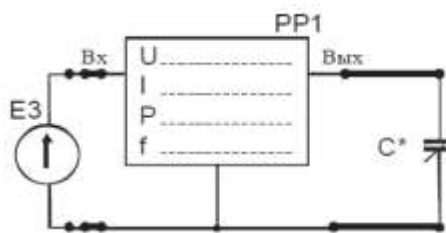

Рис.16.
4. Для определения величины емкости конденсатора собрать схему по рис. 16. В качестве исследуемого конденсатора C^* использовать перестраиваемый конденсатор $C1$ в соответствующей позиции переключателя (например, запись $C1-2$ означает, что переключатель батареи конденсаторов $C1$ должен быть в позиции «2»). После проверки схемы преподавателем включить электропитание стенда и источник питания $E3$, установить у измерителя мощности режим измерения частоты f . В соответствии с заданием (табл. 15) установить заданные значения величины напряжения питания и его частоты. Частоту устанавливать с точностью $\pm(5...10)$ Гц. Измерить величину тока, напряжения и частоты в цепи. Результаты занести в табл. 17.